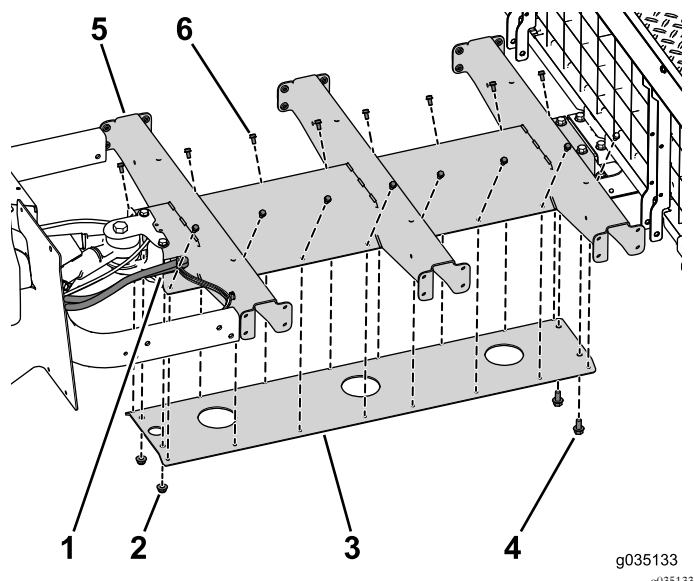

Figura 79
2. Instale provisionalmente los 2 pernos (3/8" x 3/4"), los 16 pernos (1/4" x 1/2") y las 2 tuercas con arandela prensada (3/8") para sujetar la placa inferior al perfil central (Figura 79).